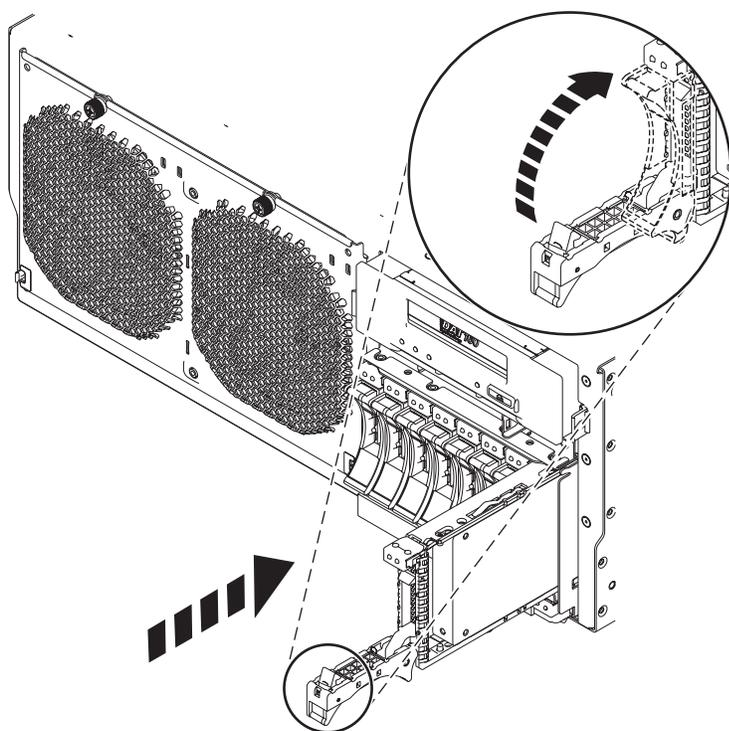

Figure 6. Installation de l'unité de disque dans l'unité centrale
7. Lorsque le voyant d'identification clignote, faites glisser complètement l'unité dans l'unité centrale ou l'unité d'extension, et poussez complètement la poignée (**A**) de l'unité jusqu'à ce qu'elle se verrouille, comme indiqué à la figure 6.